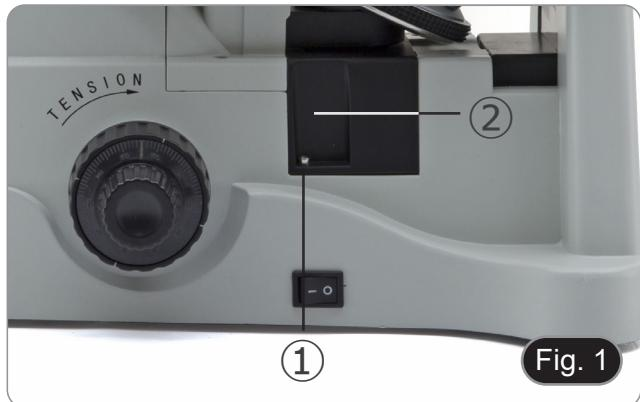

Fig. 1
1. Svitare la vite ① su entrambi i lati del microscopio per rimuovere i coperchi di plastica ②. (Fig. 1)